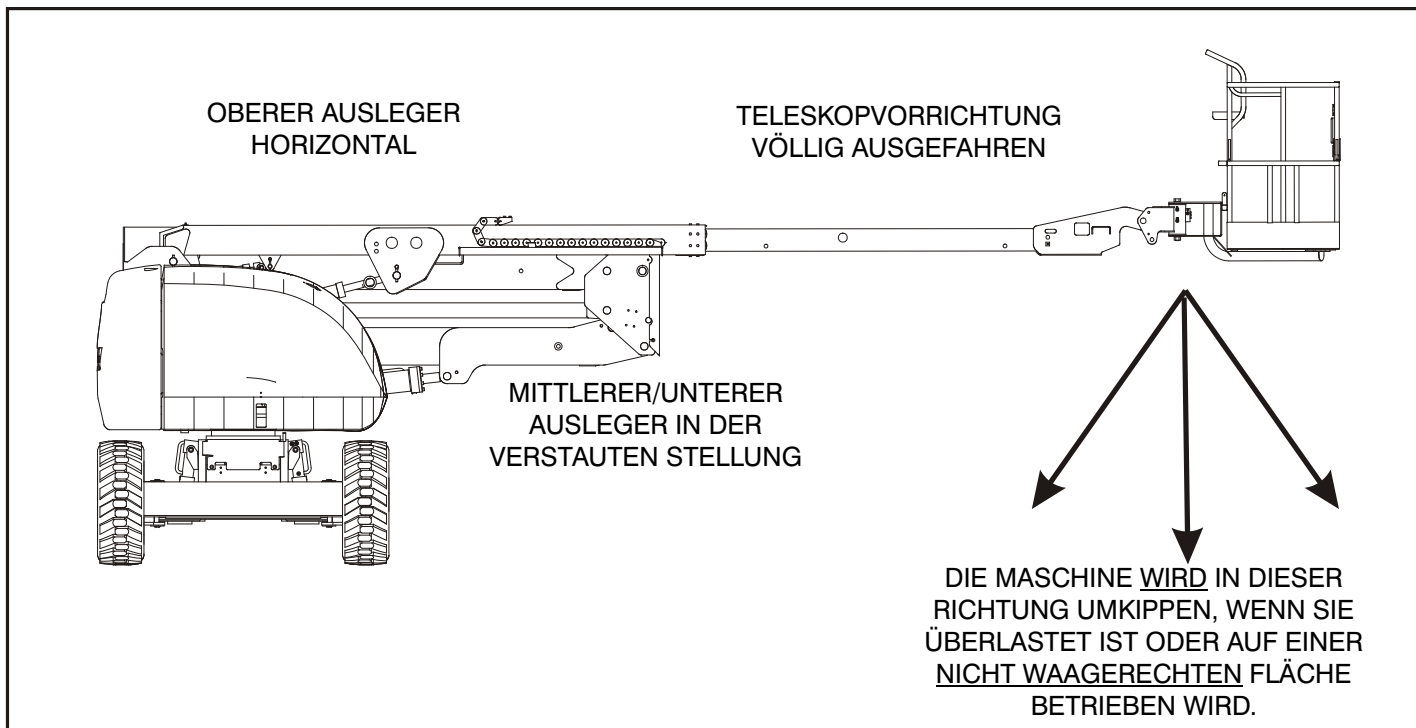
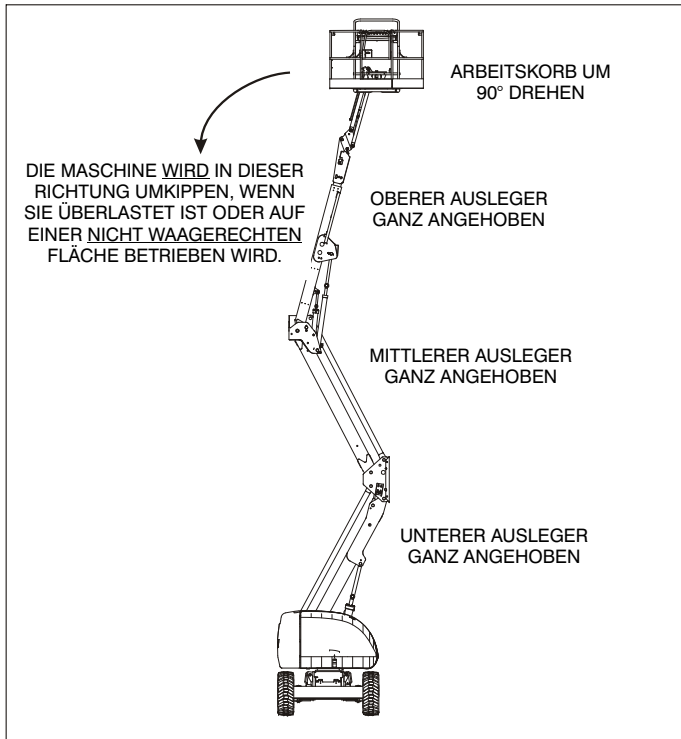

Abbildung 4-1. Stellung der geringsten Vorwärtsstabilität
Abbildung 4-2. Stellung der geringsten Rückwärtsstabilität
Die Stabilität der Maschine beruht auf zwei (2) Bedingungen, die als VORWÄRTSSTABILITÄT und RÜCKWÄRTSSTABILITÄT bezeichnet werden. Die Maschinenstellung mit der geringsten VORWÄRTSSTABILITÄT ist in (Siehe Abbildung 4-1.) und die Stellung mit der geringsten RÜCKWÄRTSSTABILITÄT in (Siehe Abbildung 4-2.) dargestellt.